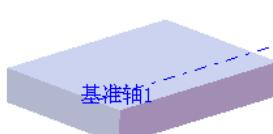
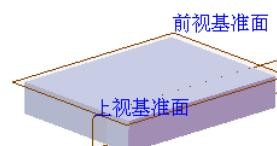

图 17.11.5 创建基准轴 1
图 17.11.6 定义基准轴的参考平面
Step3. 创建图 17.11.5 所示的基准轴 1。
(1) 选择命令。选择下拉菜单 **插入(I)** → **参考几何体(G)** → **基准轴(A)** 命令（或单击“参考几何体”工具栏中的 **基准轴** 按钮），系统弹出“基准轴”对话框。
(2) 定义基准轴的创建类型。在 **选择(S)** 区域中单击 **两平面(T)** 按钮。
(3) 定义基准轴的参考平面。选取图 17.11.6 所示的基准面为参考平面。
(4) 单击 **确定** 按钮，完成基准轴 1 的创建。